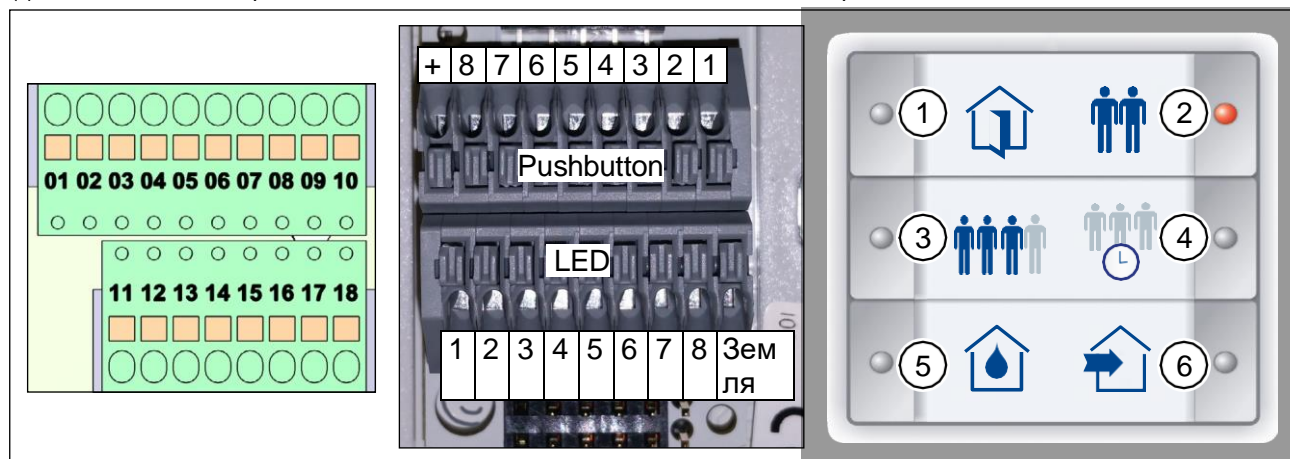

Рис. 31: Плата клем вентиляційної установки, плата клем тактильного датчика InControl, лист-вкладиш
- Після монтажу, помістіть лист-вкладиш (Рис. 31) в тактильний датчик InControl.